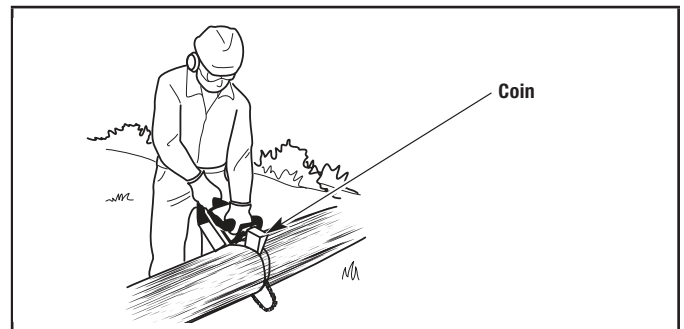

Figure 20
2. Faites la deuxième coupe à partir du côté opposé jusqu'à ce que les deux coupes se rejoignent. Si le diamètre est assez important, insérez des coins de plastique ou de bois pour tenir la coupe ouverte et éviter le pincement (Fig. 20). Assurez-vous de ne pas toucher les coins avec la scie à chaîne.